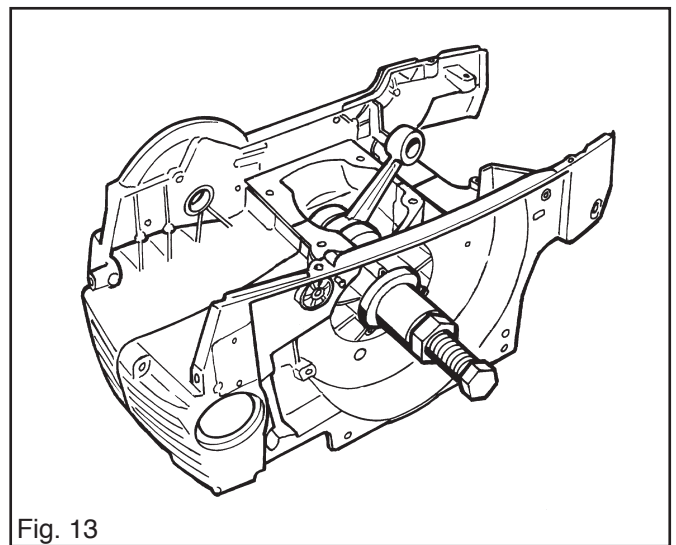

Fig. 13
5. A l'aide de l'outil 502 50 30-14 mettre en place le demi carter moteur côté rotor volant. Serrer jusqu'à ce que la garniture soit bien coincée entre les deux demi carters moteurs. Voir fig. 13.